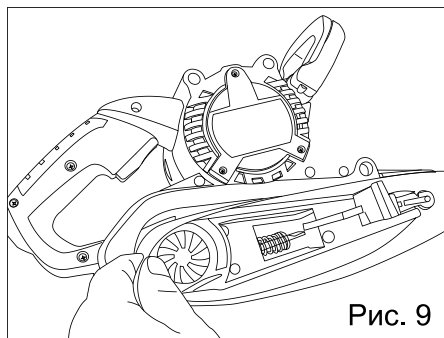

Рис. 9
1. Установите шлифовальную ленту на ролики (смотри Рис. 9).